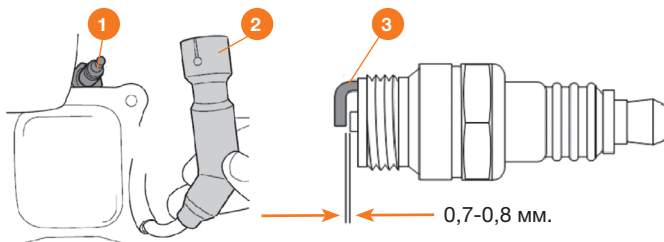

Рис. 29
6. Плотно установите высоковольтный колпачок **2** на свечу зажигания **1** (Рис. 29).